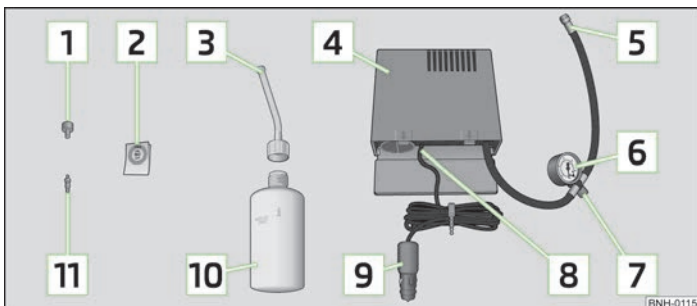

Fig. 116 Componentele setului
- ▶ Lipiți autocolantul [2] » fig. 116 la pagina 150 pe planșa de bord, în câmpul vizual al șoferului.
- ▶ Scuturați de câteva ori bine recipientul de umplere a anvelopei [10] » fig. 116 la pagina 150.
- ▶ Înșurubați bine furtunul de presiune [5] » fig. 116 la pagina 150 al compresorului de aer pe ventilul anvelopei.